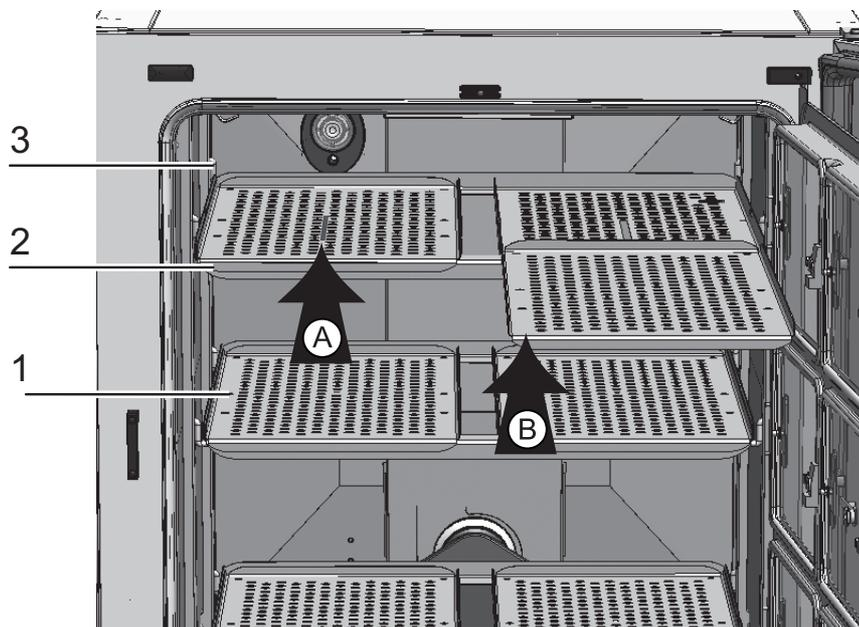

Figura 4-10. Montaje de insertos divididos
1. Colocar ambas chapas de refuerzo (1/Figura 4-10) en el bastidor de soporte (2/Figura 4-10) (paso A).
2. Insertar el bastidor de soporte (2/Figura 4-10) en los estribos de apoyo (3/Figura 4-10) (paso B).